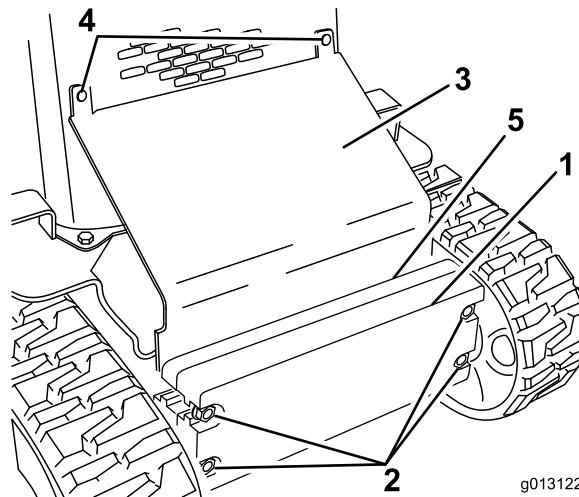

Bild 26
2. Lockern Sie die Schrauben, mit denen der Ballast befestigt ist (Bild 26).
3. Entfernen Sie die Schlossschrauben und Muttern, mit denen die schräge Platte befestigt ist (Bild 26).
10. Schieben Sie die schräge Platte zwischen den Rahmen und dem Ballast und befestigen Sie sie am Gitter des vorderen Gitters mit den vorher abgenommenen Schlossschrauben und Muttern (Bild 26).
11. Ziehen Sie die Schrauben an, mit denen der vordere Ballast befestigt ist (Bild 26).